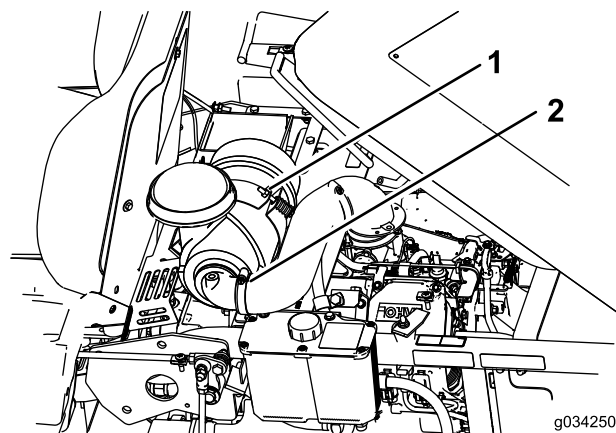

Bild 30
2. Lösen Sie die Schraube, mit der der Luftfilter befestigt ist (Bild 30).
3. Lösen Sie die Klemme, mit der der Schlauch befestigt ist, und entfernen Sie den Luftfilter (Bild 30).